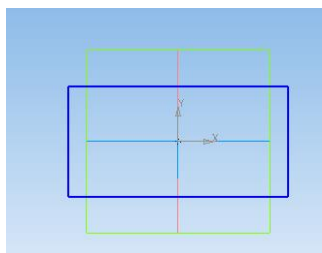

Рисунок 13.8 – Создание прямоугольника
3. Начертите прямоугольник по центру и вершине: высота – 30 мм, ширина – 60 мм (рисунок 13.8).